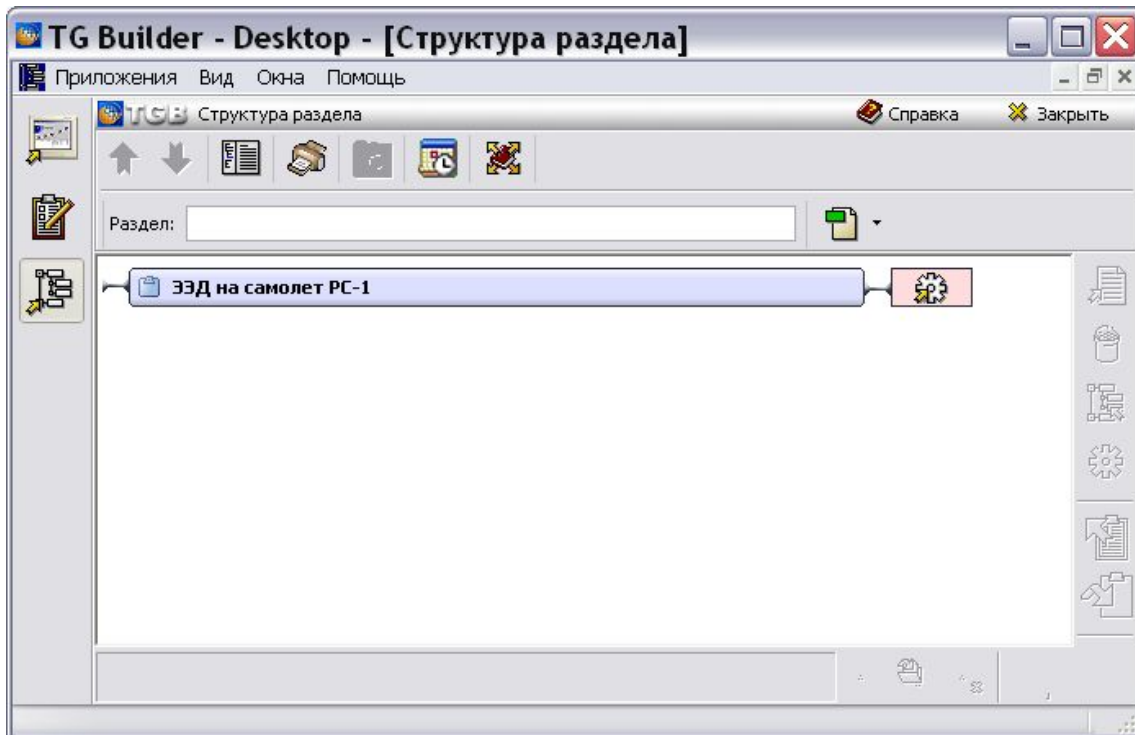

Рис. 8.22
2. Выберите проект и откройте его. При этом появится диалоговое окно **Структура раздела** (Рис. 8.22).